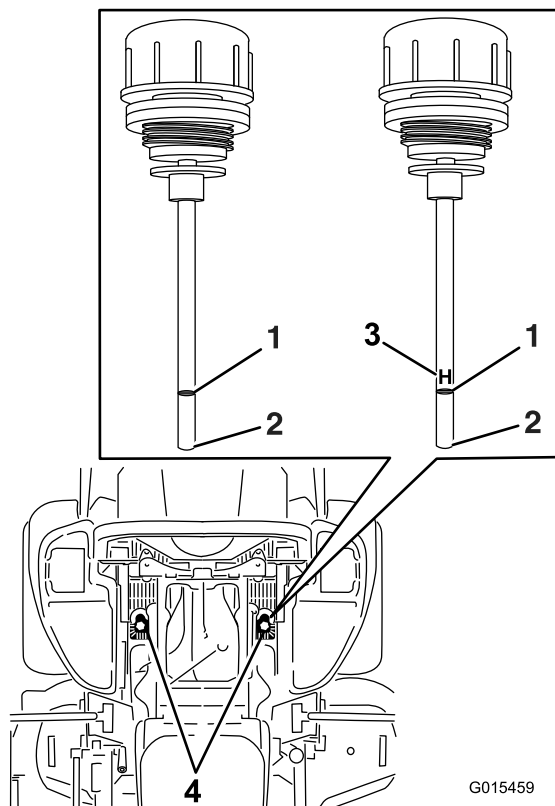

Bild 81
6. Reinigen Sie den Bereich um die Ölpeilstäbe der Hydraulikanlagenbehälter (Bild 81).
7. Nehmen Sie einen Ölpeilstab aus dem Hydraulikbehälter heraus (Bild 81).
9. Ziehen Sie den Ölpeilstab heraus und schauen Sie das Ende an (Bild 81). Wenn der Ölstand an der Auffüllen-Marke liegt, gießen Sie langsam so viel Öl in den Hydraulikbehälter, um den Ölstand auf die Voll-Marke oder die **H**-Linie anzuheben.